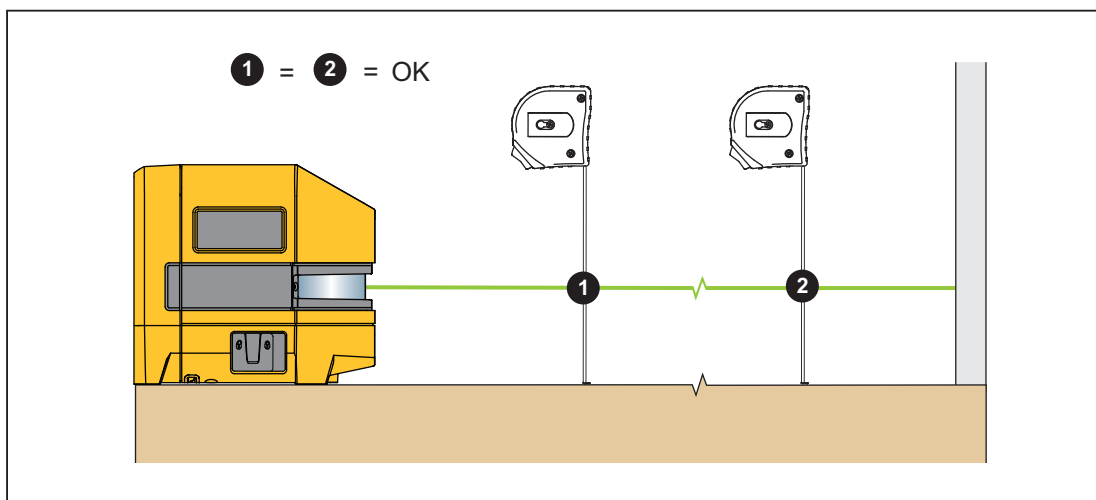

Figura 4. Allineamento di un elemento esistente
3. Misurare lo spazio dall'elemento al laser a diverse distanze dal prodotto. Vedere la figura 4.